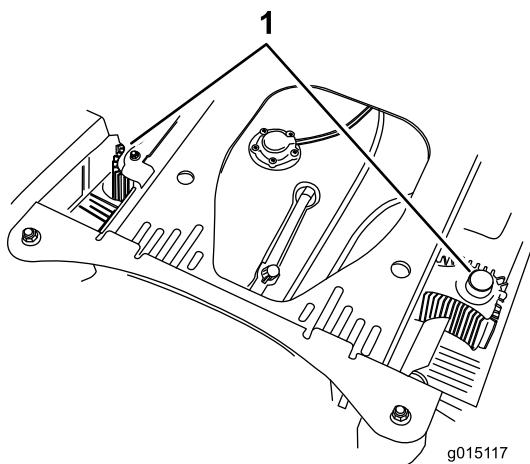

Figure 77
4. Débarrassez les protections de l'unité hydraulique de l'herbe et des débris accumulés (Figure 77).